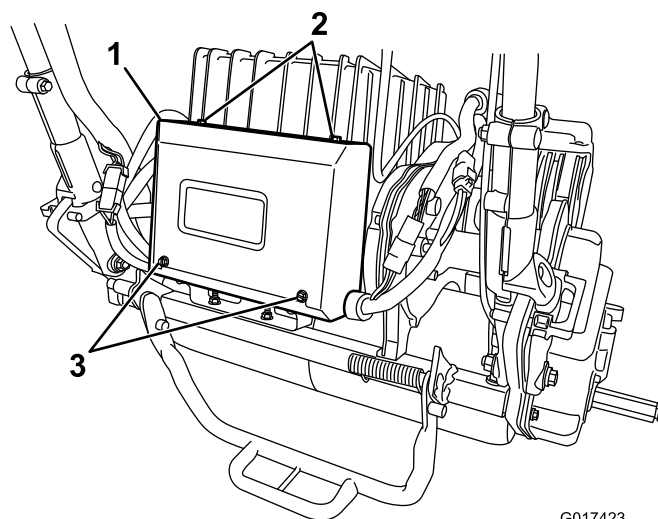

Figura 35
2. Retire os 2 parafusos traseiros da caixa eléctrica e desaperte os 2 parafusos superiores e, em seguida, retire a cobertura da caixa (Figura 35).